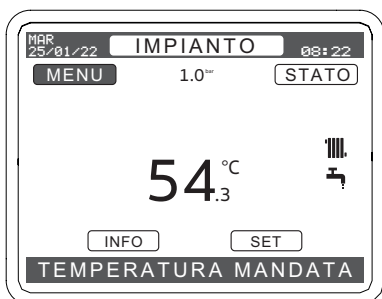

Figura 5.74
- Premere il tasto (↶) per spostarsi nel campo "MENU" Figura 5.74.